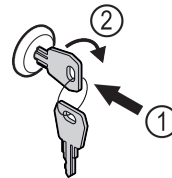

Fig. 150
- ▶ Shtyni çelësin brenda Fig. 150 (1).
- ▶ Rrotulloni çelësin me 90° në drejtimin orar Fig. 150 (2).